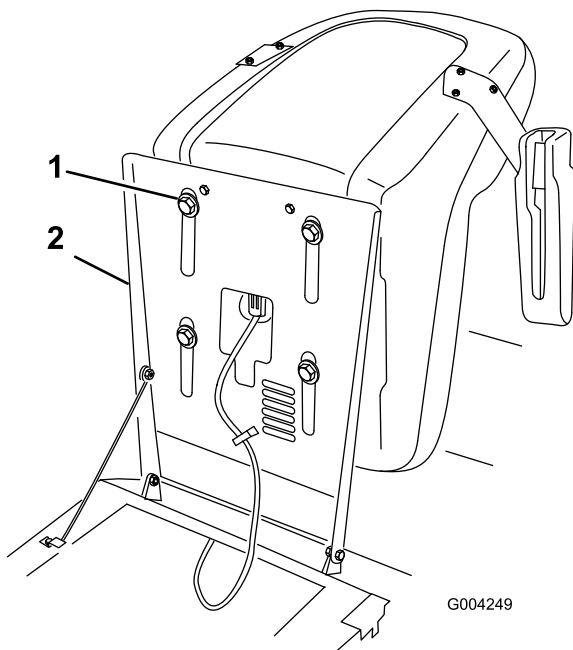

Figure 19
1. Soulevez le siège et desserrez les boulons de réglage (Figure 19).